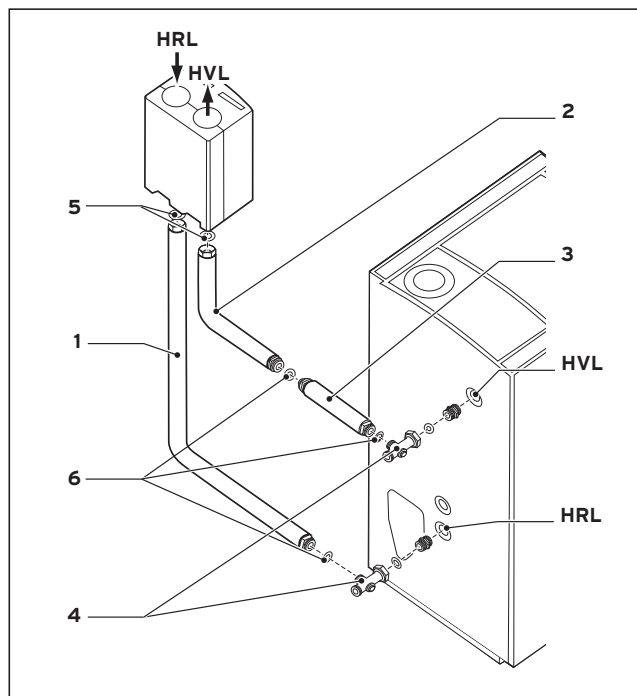

Fig. 3: Montaggio di un gruppo tubi sul lato destro della caldaia (è necessario il riallestimento del gruppo tubi)
Quando si posiziona il gruppo tubi (senza collettore di distribuzione) a destra accanto alla caldaia (v. fig. 3), assemblare il tubo di ritorno che dipende da entrambi gli elementi del tubo (2) e (3).